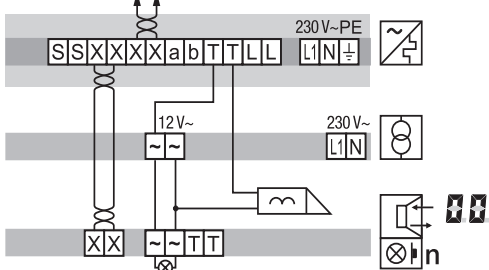

Bild 10: Anschluss der Türstation mit manipulationsgeschütztem Türöffner
- Bei manipulationsgeschützter Installation den Türöffner an den Kontakt der Strangversorgung anschließen (Bild 10).